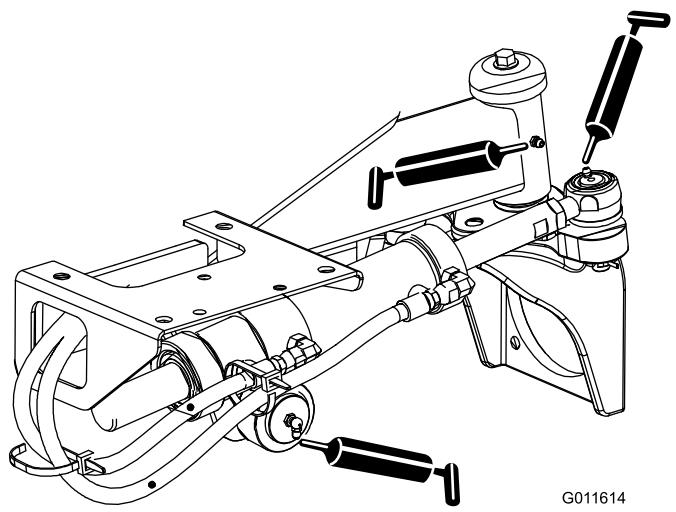

Bild 64
- Lenkzylinder-Kugelgelenke (2) und Hinterachse (1)—Bild 64